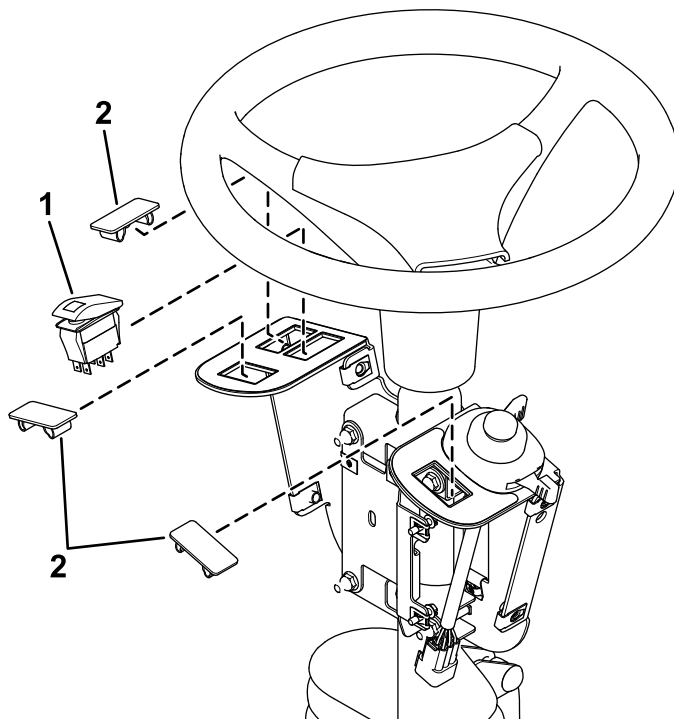

**Figura 5**
2. Instale o interruptor multifunções na montagem do interruptor e prenda-o utilizando os cliques do interruptor por baixo do furo para o interruptor (Figura 5).